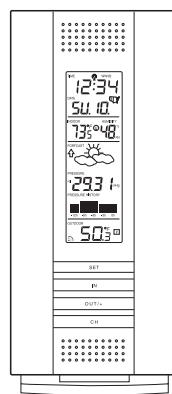

Figure 1
1. La station météo WS-7394U-IT (Figure 1)